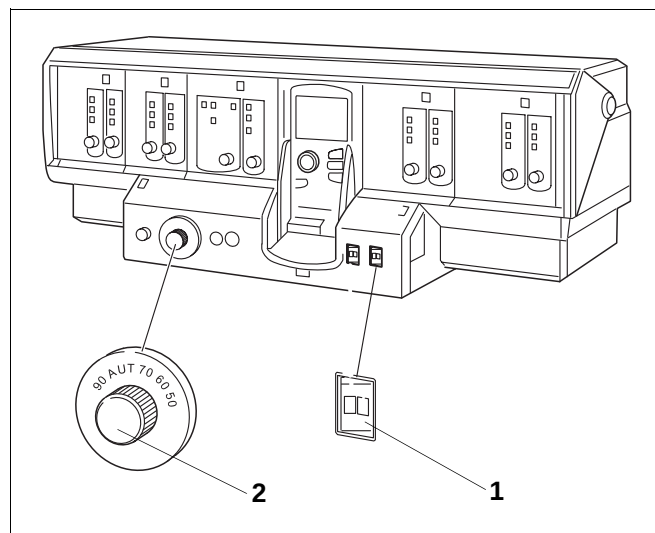

Abb. 1 Regelgerät z.B. Logamatic 4311
- Schalter Betrieb (Abb. 1, **Pos. 1**) in Stellung „I“ (Ein) stellen.
- Kesselwasser-Temperaturregler (Abb. 1, **Pos. 2**) auf AUT bzw. 80°C stellen. Bei Konstantregelung auf die gewünschte Temperatur einstellen, d.h. bei Gasfeuerung min. 60°C und bei Ölfuerung min. 50°C.
- Schalter Betrieb (Abb. 1, **Pos. 1**) in Stellung „0“ (Aus) stellen.